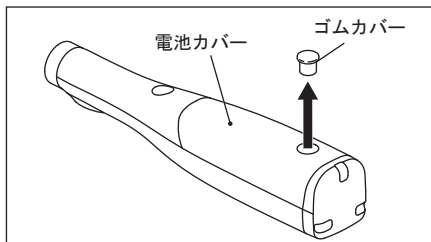

図 13
2) 電池カバーのねじ穴に入っているゴムカバーを細いマイナスドライバーなどで取り外します。(図 13)